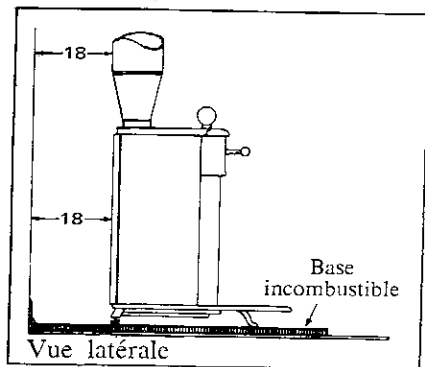

FIG. 1
2. Déterminez l'emplacement de votre foyer et référez-vous aux figs 1, 2 et 3 afin de connaître les dégagements nécessaires pour une utilisation du foyer en toute sécurité. Si le plancher est combustible, il faut employer une base incombustible (on suggère des briques ou des dalles de patio de 2"). Placez la base incombustible de façon qu'elle recouvre complètement la surface sous le foyer et dépasse d'au moins 16" à l'avant et 8" de chaque côté de l'ouverture de l'âtre.